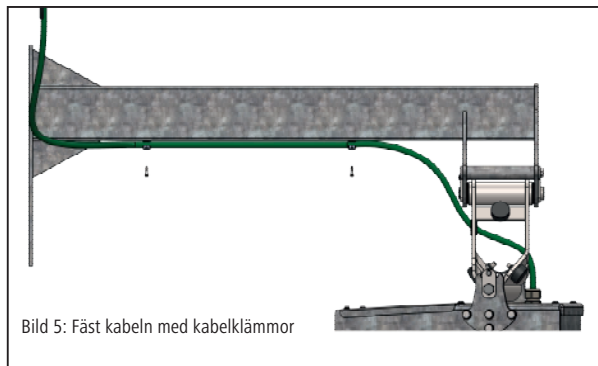

Bild 5: Fäst kabeln med kabelklämmor
8. Säkra fästsruven M14 med säkringsplåt (bild 4 – nr 11), skruv (bild 4 – nr 11), bricka (bild 4 – nr 12) och självslåsande mutter (bild 4 – nr 13) mot att lossa. Fäst motorkabeln på upphängningsarmen med klämmor och självslåsande skruvar (bild 5).